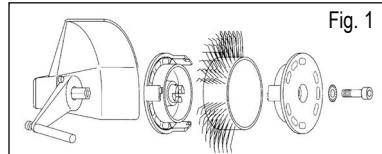

Fig. 1
3. Bryt trykklufttilførselen før du setter Bristle Blaster® Båndet på 23 mm eller 11 mm på verktøyet med festesystemet (pass på løperetringen), den tilhørende stjerneskiven og en skrue. Se fig. 1 og 2.